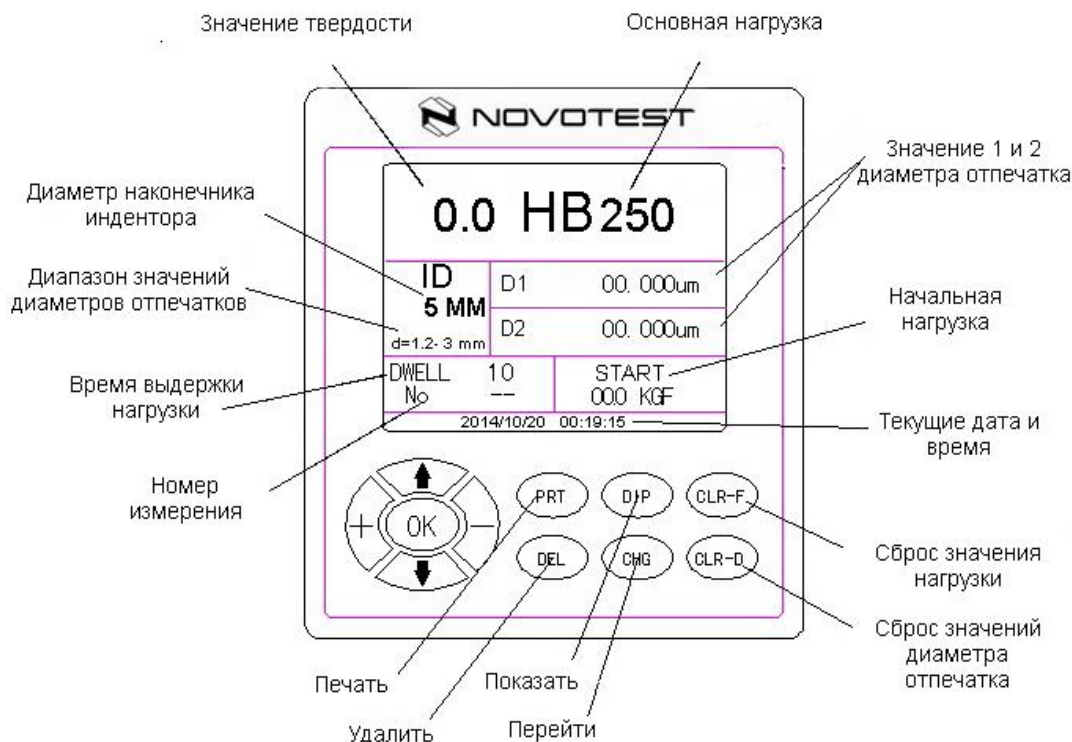
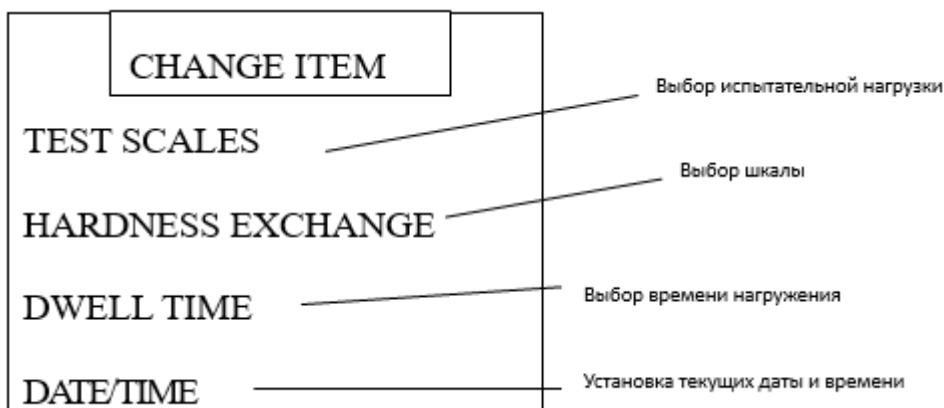

Рисунок 1.1 – Панель управления твердомера стационарного Бринелля
Рисунок 1.2 – Подменю установок твердомера стационарного Бринелля
На рис. 1.1 представлен экран и панель управления твердомера с обозначением всех элементов панели, а также с описанием их функционального значения.
2. Нажмите кнопку “CHG” и на экране появится подменю, изображенное на Рис. 1.2. Нажмите “OK”, чтобы выбрать испытательную нагрузку, нажмите “▲”, чтобы переместить курсор. Например, выберите НВ1000 и нажмите кнопку “OK”. Появится меню, изображённое на Рис. 1.1, выберите или измените необходимый пункт. Нажмите “OK” для подтверждения выбранного пункта.
3. Установите индентор согласно инструкции на экране: вставьте индентор в отверстие главного шпинделя до упора, поверните так, чтобы плоская сторона на держателе была направлена в сторону винта (7) и зафиксируйте индентор винтом (7) не допуская перетягивания.
4. Поверните ручку (19), индентор должен стать в переднее положение. Убедитесь, что индентор правильно и надежно установлен. Если приложить нагрузку, когда шпиндель находится в нерабочем положении, прибор может быть испорчен. Если такое произошло,